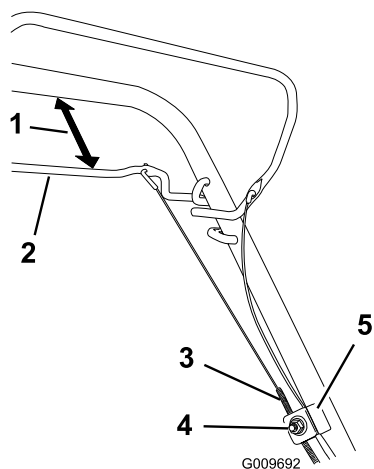

Figura 30
1. Allentate il dado del supporto cavo (Figura 30).
2. Mantenete la barra della trazione automatica a una distanza compresa tra 25 e 38 mm dalla stegola (Figura 30).
3. Abbassate la guaina del cavo (verso la macchina) fino a tendere il cavo (Figura 30).